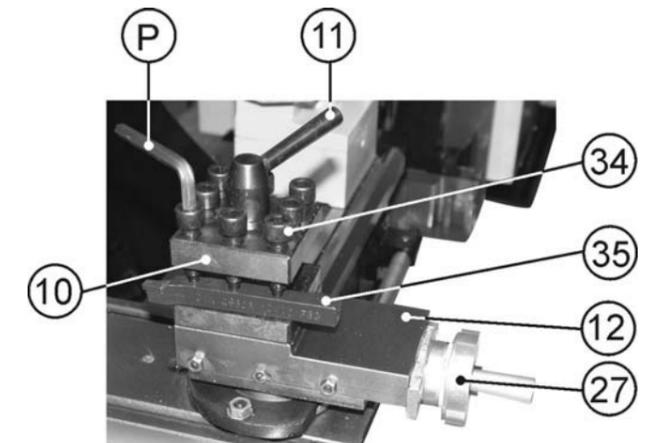
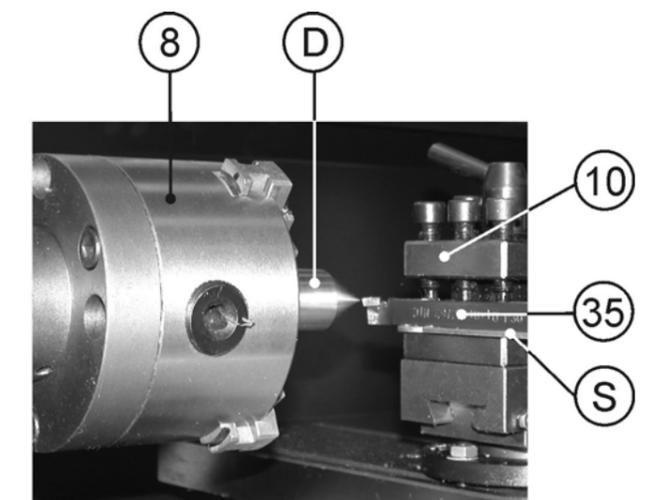
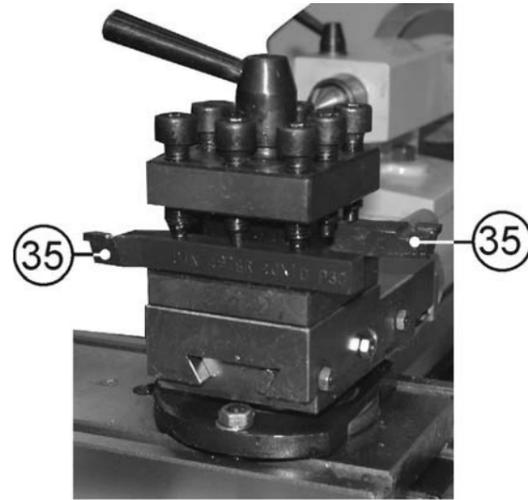

Рис.11
Рис.12
Рис.13
10.1.8. Используя шестигранный ключ (Р), Рис.16, выкрутите 3 болта (34). Установите необходимый для предполагаемой операции резец (35) в резцедержатель (10). Равномерно с достаточным усилием закрутите три болта (34), Рис.11. Убедитесь, что режущая часть головки резца (35) находится по центру диаметра заготовки. Положение резца (35) проверьте по центру (D), зажатом в трёхкулачковом самоцентрирующемся патроне (8). Вылет головки резца должен быть примерно 10 мм, но не превышать 15 мм (не должен превышать полторы высоты державки резца). По необходимости, при установке резца (10) используйте подкладки разной толщины (S). Допускается использовать только одну подкладку, Рис.12.
10.1.9. Для ускорения и удобства работы можно установить в резцедержателе (10) параллельно, но направленные в противоположные стороны головками, два резца (35), Рис.13, при условии, что оба резца (35) в резцедержателе (10) закрепляются тремя болтами (34), Рис.11.
10.1.10. Поверните ручку фиксации резцедержателя (11) против часовой стрелки, поворачивая резцедержатель (10), выберите необходимый для данной операции резец (35) или угол установки резца (35), зафиксируйте положение резцедержателя (10), повернув ручку фиксации резцедержателя (11) в обратном направлении с определённым усилием, Рис. 11.